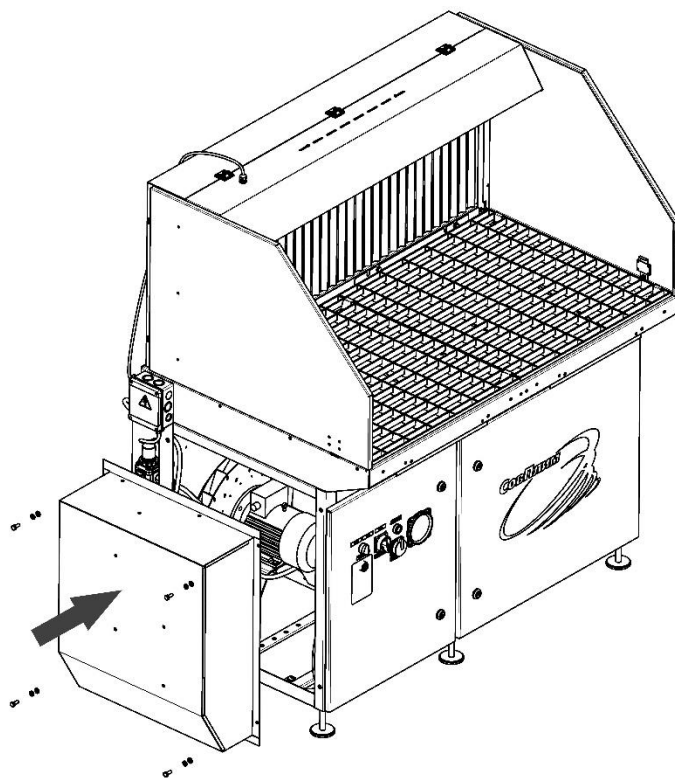

Рисунок 11
5.3.7 По контуру фланца выходного патрубка с внешней и внутренней стороны от отверстий наклеить ленту уплотнительную HORDA-D (входит в комплект поставки), разделив ленту вдоль длины. Установить патрубок на боковую поверхность корпуса стола, закрепить болтами M8x20 (рисунок 11).